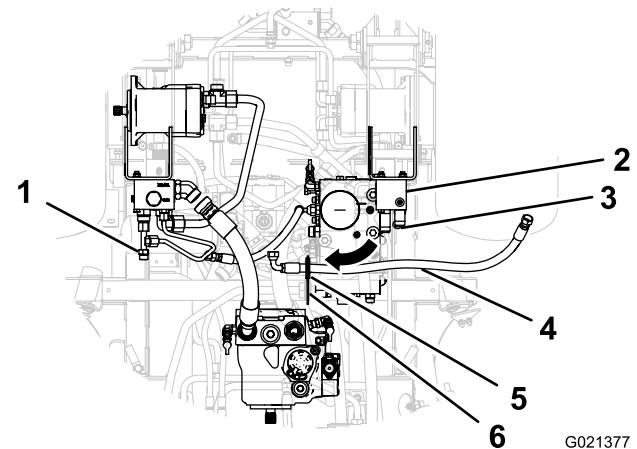

Figure 13
1. Alignez le raccord à 90° du flexible transversal à travers le guide amorti dans le support, et glissez le flexible dans le support (Figure 13).